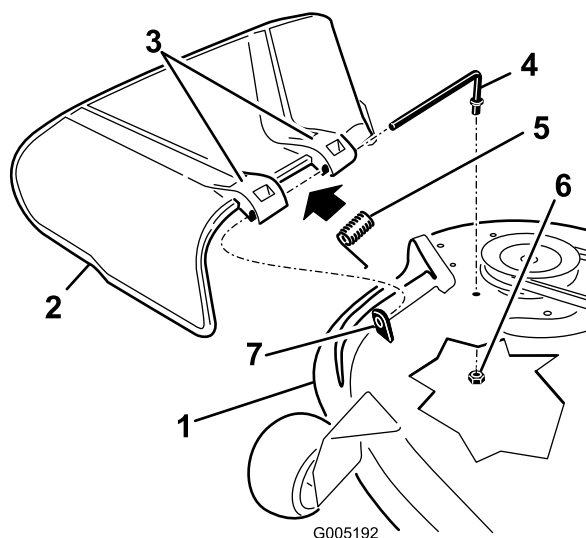

Figure 75
1. Retirez l'écrou ($\frac{3}{8}$ po) de la tige, sous le tablier de coupe (Figure 75).
2. Sortez la tige de la courte cheville de positionnement, du ressort et du déflecteur d'herbe (Figure 75).
4. Remettez en place le déflecteur d'herbe (Figure 75).
7. Insérez la tige dans le deuxième support du déflecteur d'herbe (Figure 75).
9. Fixez l'extrémité arrière de la tige dans le tablier de coupe à l'aide d'un écrou ($\frac{3}{8}$ po), comme montré à la Figure 75.